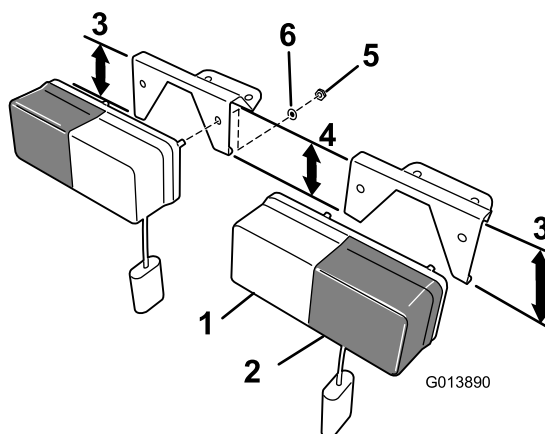

Figure 12
2. Identifiez les supports des clignotants droit et gauche. Les supports se reconnaissent à l'angle de la façade et au montant plus long qui est toujours placé à l'extérieur (Figure 12).
3. Placez chaque clignotant sur le support correspondant, de sorte que le feu jaune (clignotant) soit à l'extérieur (Figure 12).